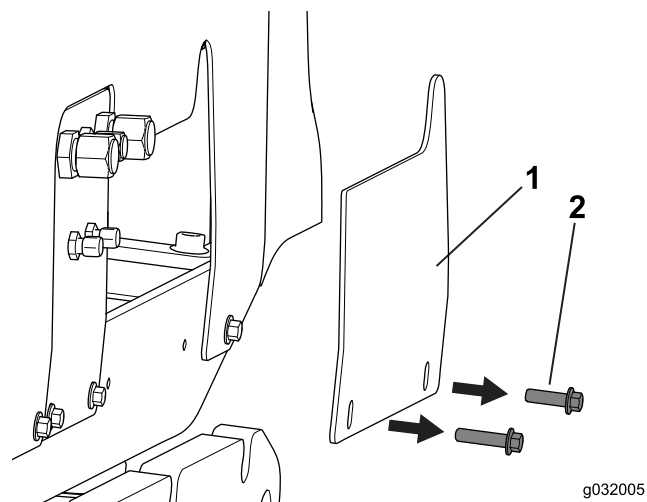

Figura 3
1. Válvula solenoide e uniões anexas 3. Parafuso (3)
2. Anilha de cabeça chata (3) 4. Placa de montagem da válvula
6. Retire a placa da cobertura existente da traseira da máquina, como se mostra na Figura 3.